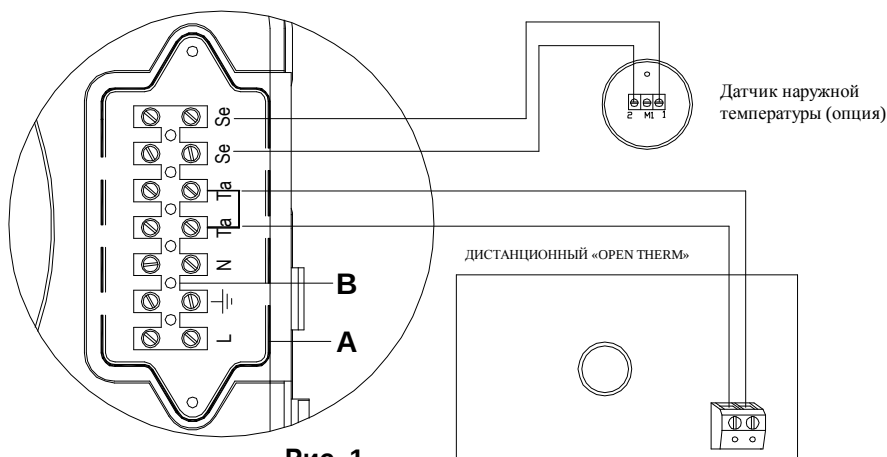

Рис. 1
- c. Ослабьте винты и снимите пластину A (см. рис. 1).
- c. Ослабьте винты и снимите пластину А (см. рис. 1).